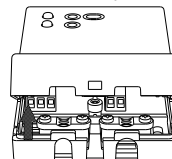

Fig. 3
- 3 Draai de deksel open en verwijder hem volledig (Fig. 3).
- 7 Plaats het frontpaneel op de muurplaat en draai de deksel dicht, in de richting van de muurplaat. Druk daarna lichtjes tot de tandjes vastklikken (Fig. 3).